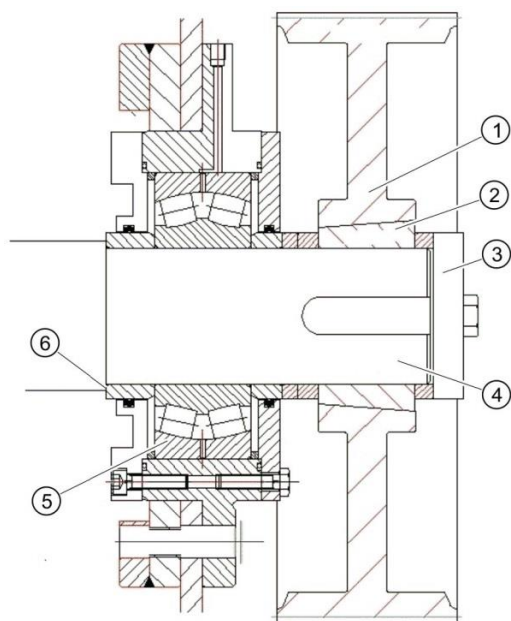

Рис. 67 Вал, подшипник и ременный шкив в разрезе
- Привинтите шайбу (3) (Рис. 67) на вал (4) и затяните, чтобы коническая закрепительная втулка (2) и подшипник (5) со всеми распорными втулками и шайбами были прижаты к буртику вала (6).